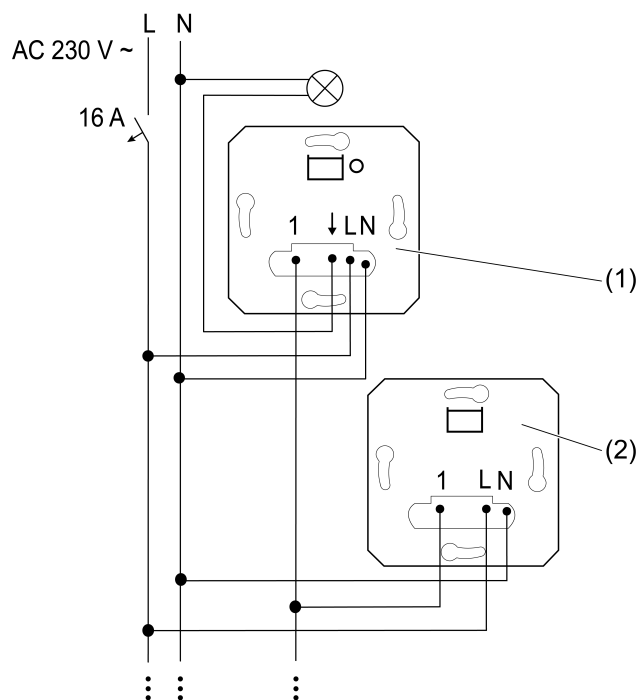
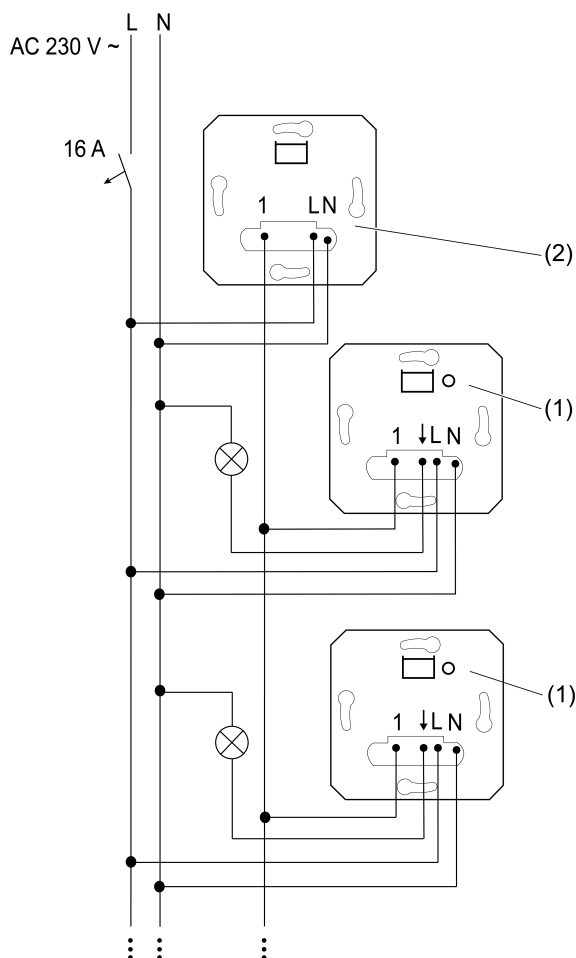
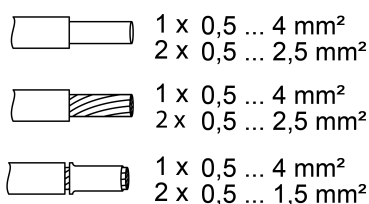

Figura 1: Schema di collegamento regolatori esterni a 3 fili a un regolatore interno
Figura 2: Schema di collegamento vari regolatori interni a un regolatore esterno a 3 fili per il comando centrale
Figura 3: Sezioni cavo collegabili
**i** È possibile collegare fino a dieci regolatori esterni (2) a 3 fili a un regolatore interno (1) (Figura 1).
- i** È possibile comandare fino a cinque regolatori interni (1) uguali o diversi insieme da un regolatore esterno (2) a 3 fili (Figura 2).
- Collegare il regolatore esterno (2) secondo lo schema di collegamento (Figura 1) e (Figura 2). Osservare le sezioni del cavo collegabili (Figura 3).